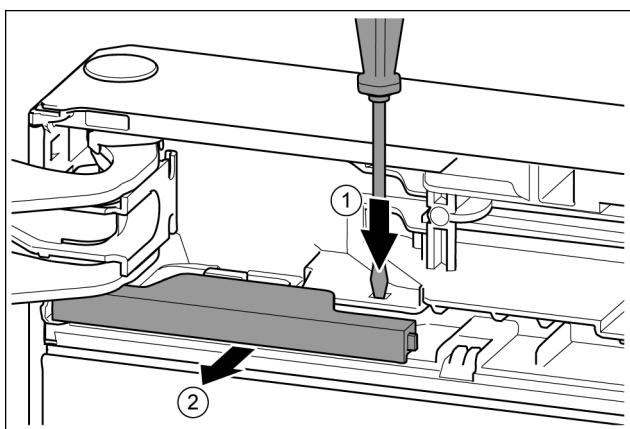

Fig. 11
- ▶ За допомогою шліцевої викрутки притисніть накладку. Fig. 11 (1)
- ▶ Витягніть кришку з фіксатора. Fig. 11 (2)